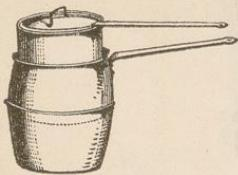

Fig. 332.
3. Der **Leimapparat** kann verschiedene Gestalt und Gröfse haben. Die Erwärmung kann durch Spirituslampen, durch Petroleum- oder Gas-herde oder anderweitig erfolgen. Jedenfalls soll ein Wasserbad vorhanden sein, in welches der Leimtopf eingehängt wird, damit sich seine Wandungen nicht zu sehr erhitzen können (Fig. 332).